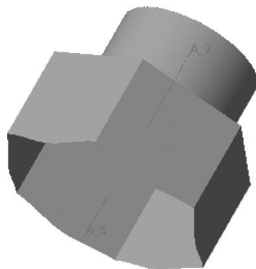

图 10-18 旋转修剪曲面
STEP 04 单击“完成”按钮, 即可旋转修剪曲面，效果如图 10-18 所示。